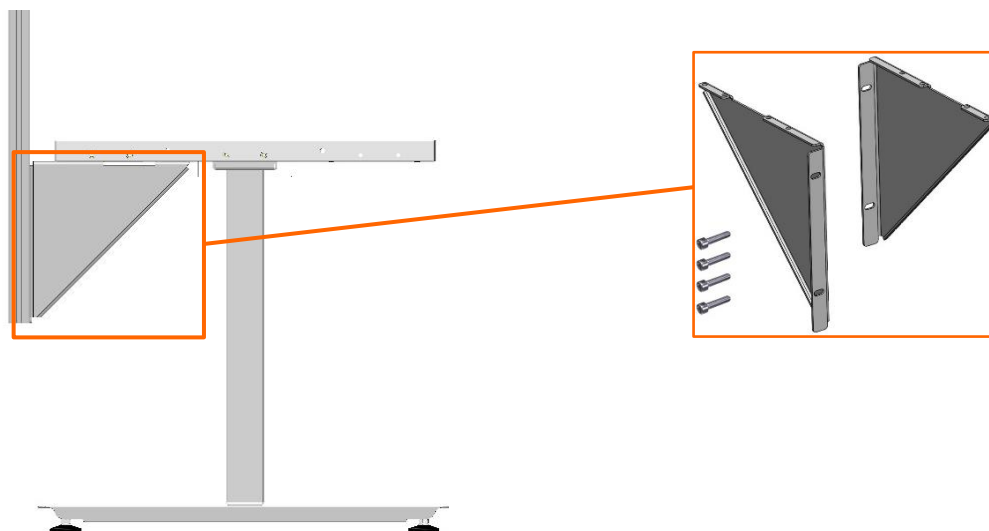

Abbildung 20 Anbauset HD 2-Bein System
- ➔ Nach der kompletten Montage der Hubelemente inkl. Untertischrahmen werden die Abdeckstopfen, wie in Abbildung 20 beschrieben in die Plattenträger montiert.